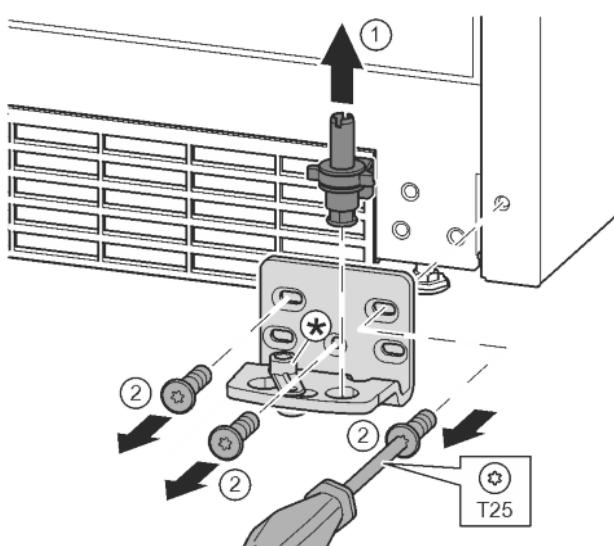

Fig. 13
- Extragăți complet bolțul de lagăr în sus. Fig. 13 (1)
- Deșurubați șuruburile cu șurubelnită T25 și detașați suportul de lagăr. Fig. 13 (2)